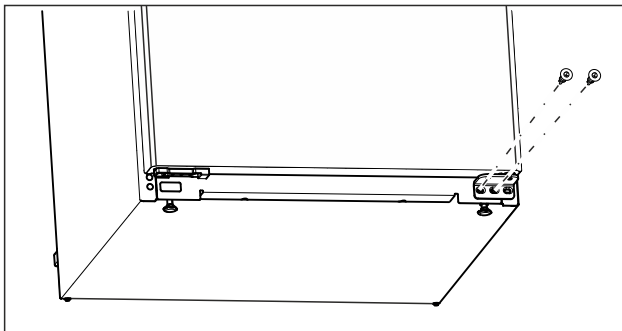

Fig. 14
- Deșurubați și scoateți șurubul din mijloc de la suportul de lagăr inferior cu șurubelnița Torx 20. (vezi Fig. 14)
- Deșurubați și scoateți șurubul din interior de la suportul de lagăr inferior cu șurubelnița Torx 20. (vezi Fig. 14)